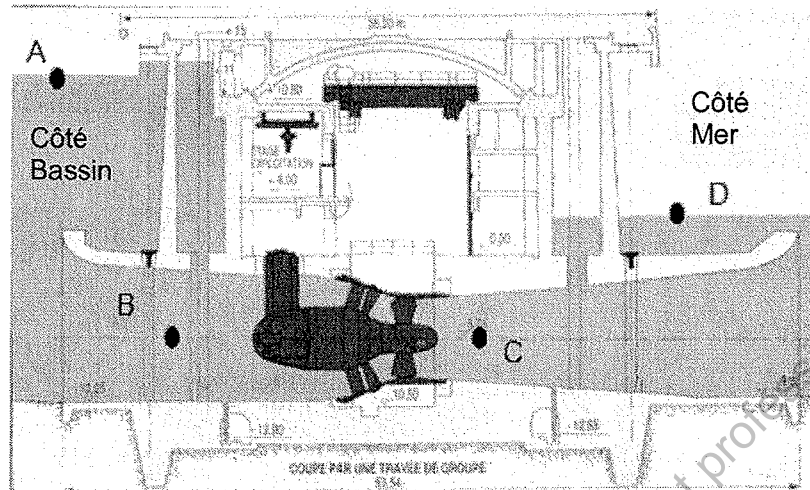

FIGURE 2
- Hypothèse d'étude (figure 2) : on considèrera que pendant la phase 1, les niveaux d'eau restent constants : altitude des points :
Mise en situation d'une turbine et visualisation des points A, B, C et D sur la figure 2.